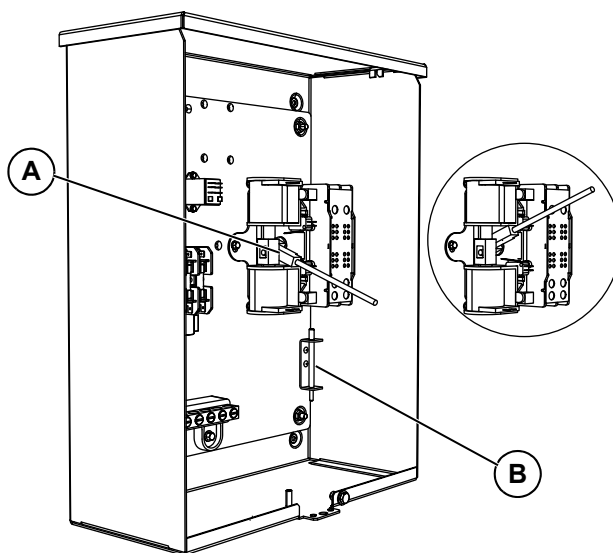

Figure 3-5 : Compartiment latéral ouvert
Un levier de fonctionnement manuel est fourni avec le commutateur de transfert. Voir l'élément 1 de la figure 3-5. Le fonctionnement manuel doit être vérifié AVANT que le commutateur de transfert ne soit alimenté. Pour vérifier le fonctionnement manuel, procédez comme suit :
Avant de procéder, vérifiez la position du commutateur en observant la position du levier de fonctionnement manuel (voir la figure 3-5). Si le levier est orienté vers le HAUT, les contacts sont fermés à la position NORMALE (RÉSEAU PUBLIC). Aucune autre action n'est requise. Si le levier est orienté vers le BAS, passez à l'étape 1.
1. Après avoir inséré le levier dans l'emplacement destiné à cet effet du bras-support (élément A de la figure 3-5), déplacez le levier vers le HAUT. Assurez-vous de bien tenir le levier, car il se déplacera rapidement après avoir parcouru la moitié de sa course.
2. Retirez le levier de fonctionnement manuel du bras-support. Replacez le levier sur le support de rangement (élément B de la figure 3-5).
Avant de procéder, vérifiez la position du commutateur en observant la position du levier de fonctionnement manuel (voir la figure 3-5). Si le levier est orienté vers le BAS, les contacts sont fermés à la position GÉNÉRATEUR (DE SECOURS). Aucune autre action n'est requise. Si le levier est orienté vers le HAUT, passez à l'étape 1.